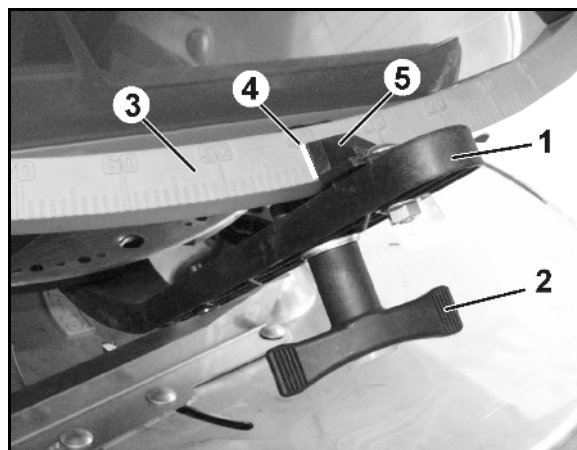

Рис. 55
2. Ослабте гайку з лапками (Рис. 55/2).
3. Знайдіть потрібне положення заслінки за шкалою (Рис. 55/3).
4. Вказівник (Рис. 55/4) стрілки регулювального важеля (Рис. 55/5) встановіть на значення шкали.
5. Знов затягніть гайку з лапками (Рис. 55/2).